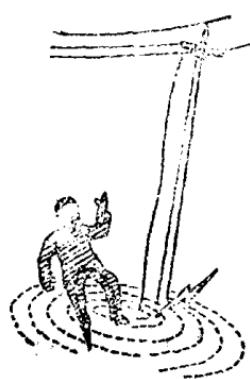

图 1-1
3. 跨步电压触电。当高压(6000伏以上)电线断裂、一端与地面相碰时，就会使着地点周围的地面产生跨步电压，当人体接近着地点时，人的前、后脚着地处有电压，因而造成人体触电，如图 1-1 所示。所以遇到高压电线断落时，不可让人走近离电线着地点 10 米的范围之内，并迅速通知供电局前来修理。